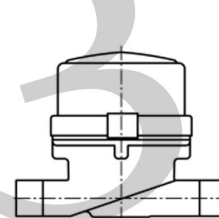
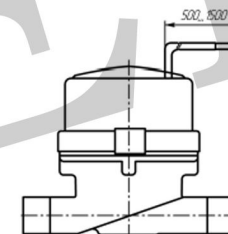

Рисунок 1
Рисунок 2
- без импульсного выхода и с импульсным выходом (рисунок 1 и рисунок 2).
Длина кабеля, м	от 0,5 до 1,5 (стандартная – 0,5), см. рисунок 2